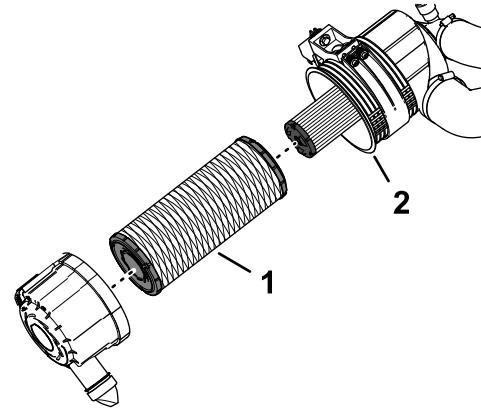

Figure 120
- Retirez le préfiltre (Figure 120).